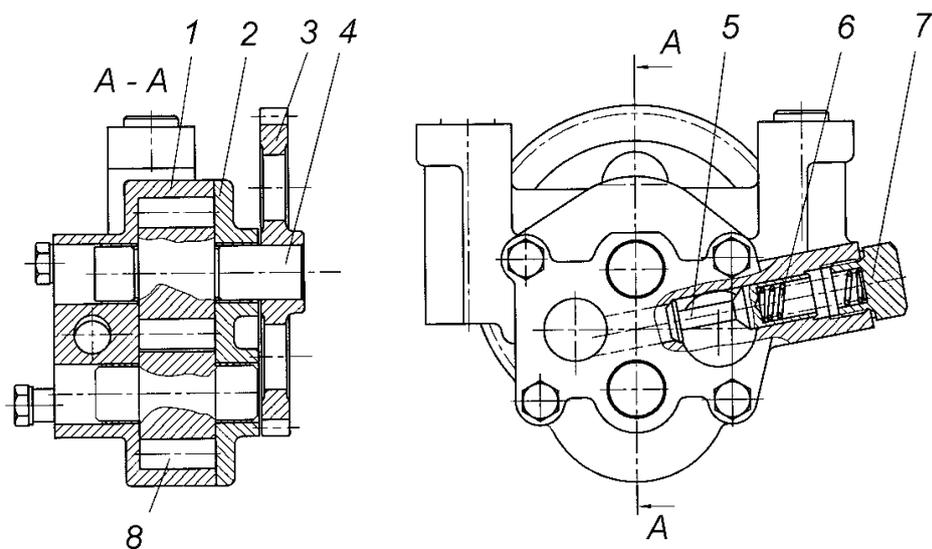

Рисунок 8 – Насос масляный откачивающий:
**Насос масляный откачивающий** (рисунок 8) устанавливается на двигатели для автомобилей специального назначения, работающих с углами кренов - продольные вперед и назад до 30° и поперечные до 20°. Насос закрепляется на пятой коренной опоре коленчатого вала. Момент затяжки болтов крепления масляного насоса, которые одновременно являются креплением крышки коренной опоры, должен быть 275-295 Н·м (28-30 кгс·м). Зазор в зацеплении приводных шестерен регулируется также прокладками, устанавливаемыми между корпусом насоса и крышкой, при этом зазор должен быть 0,2-0,4 мм.